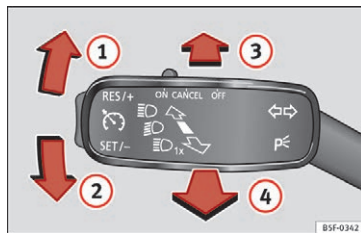

Fig. 130 Blink- og fjernlysarm
- Tryk armen » Fig. 130 opad ① eller nedad ②.
- Tryk armen » Fig. 130 fremad i pilens retning **3**.
- Træk armen » Fig. 130 mod rattet (fjedret position) i pilens retning **4**.
- Træk blinklysarmen » **Fig. 130** » Side 124 opad eller nedad – parkeringslyset i højre eller venstre side tændes.